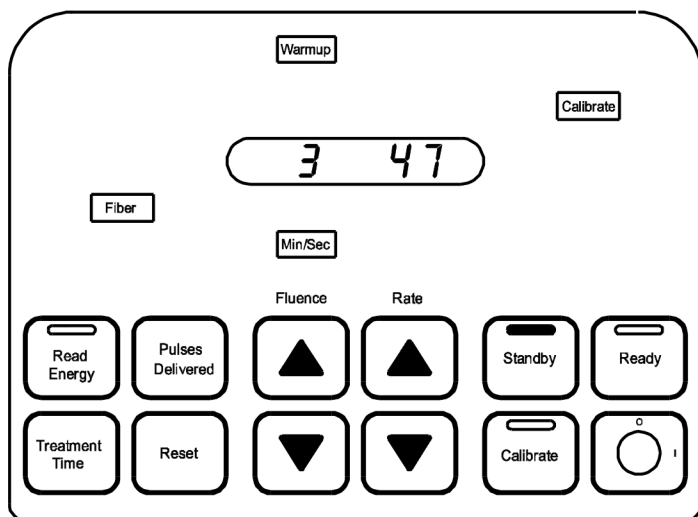

Rysunek 2
3. Na zakończenie testu lampek zaświecą się lampki **Standby** i **Testing** (Rysunek 2). Po zakończeniu testu lampek zostanie wyświetlony numer wersji oprogramowania.